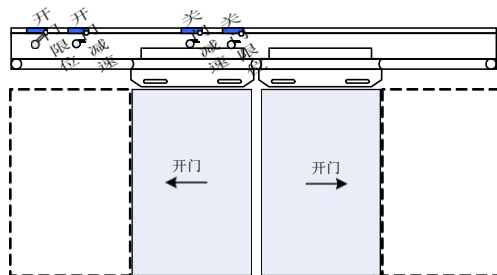

图 1-5 门机装置检测开关安装示意图
1. 采用速度控制方式时需安装四个行程开关，通过判断减速点、限位开关信号进行减速及限位处理。各种信号接点（行程开关）的安装位置如图 1-5 所示。